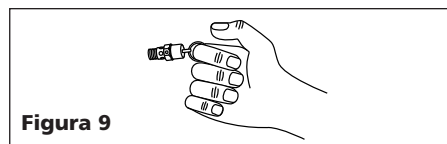

Figura 9
1. Hale el anillo de la válvula de seguridad y deje que calce en su posición normal (Vea la Figura 9). Esta válvula automáticamente libera el aire si la presión del tanque excede el nivel máximo fijado.